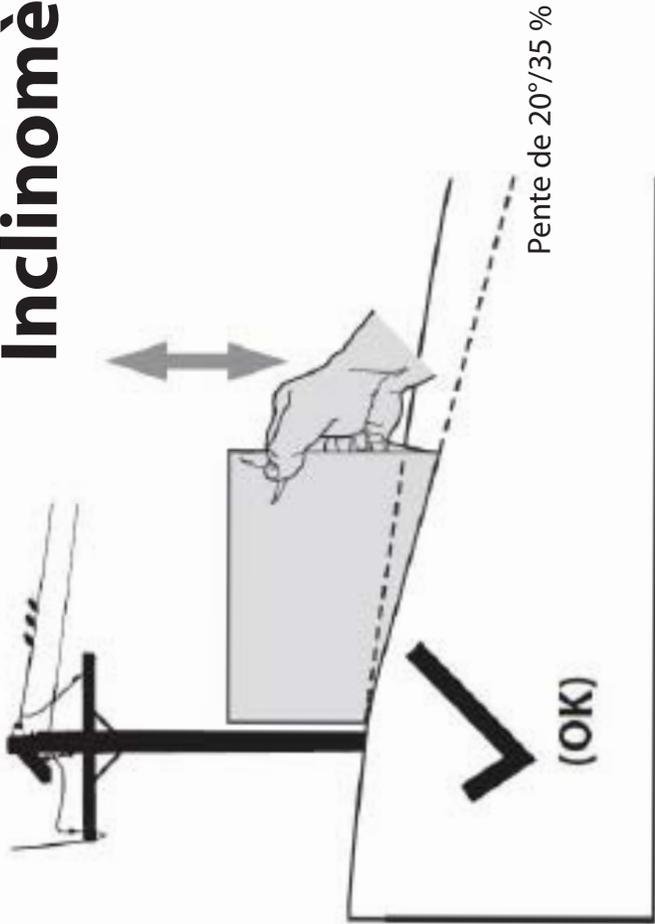
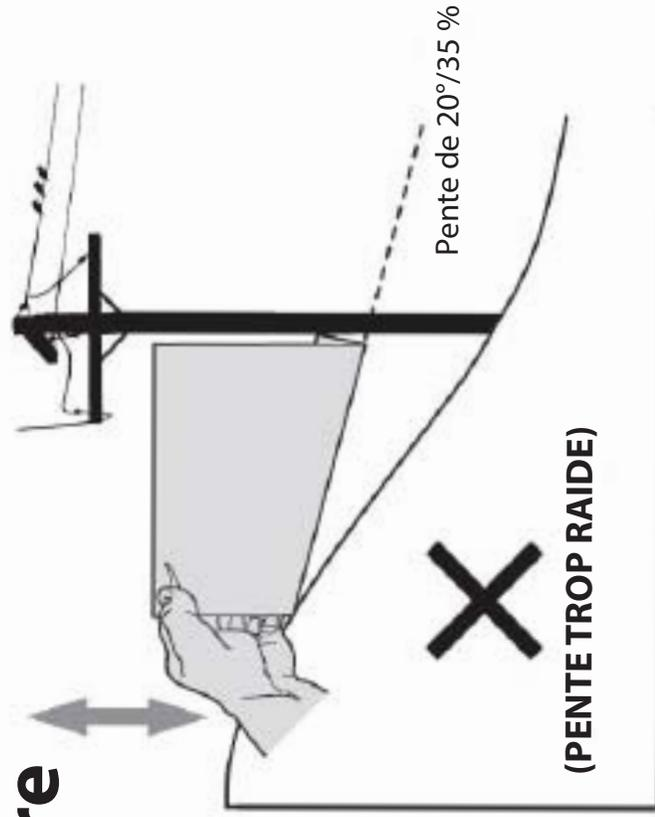

Figure 1
Figure 2
3. Alignez un côté de l'inclinomètre avec l'objet (voir Figure 1 et Figure 2).
4. Réglez l'inclinomètre vers le haut ou vers le bas jusqu'à ce que le coin gauche touche la pente (voir Figure 1 et Figure 2).
5. S'il y a un écart sous l'inclinomètre, la pente est trop raide pour une utilisation sans danger (voir Figure 2).